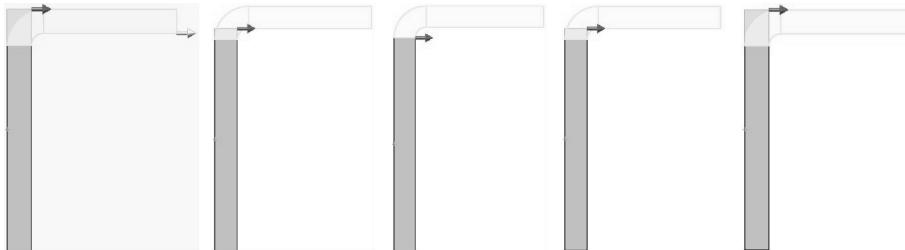

图 6-12 5 种边线法兰位置
- 法兰位置：有 5 种不同类型确定边线法兰的位置，分别为【材料在内】、【材料在外】、【折弯在外】、【虚拟交点的折弯】、【与折弯相切】。不同类型的位置生成的法兰也不同，如图 6-12 所示。